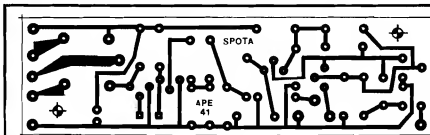

Fig.2
- FIG. 2 - LAY OUT DO CIRCUITO IMPRESSO - Apesar de pouco crítica (em termos de sensibilidade e ajustes...) uma montagem que envolva circuitos osciladores não se presta à implementação em outro sistema que não o de Circuito Impresso (quem quiser tentar a realização sobre ponte de terminais, pode, mas nada garantimos...). Além disso, o próprio lay out deve ter sido cuidadosamente elaborado e testado
(como o foi, o do SPOTA...), visando prevenir instabilidades, sensibilidade e interferências externamente geradas, etc. A fig. 2 mostra o diagrama de ilhas e pistas cobreadas da placa, numa configuração bastante compacta, na forma final de uma "tira" de fácil instalação em caixas padronizadas ou outros "ambientes" ou contêineres que se mostrem práticos para a utilização... O fundamental é copiar com cuidado o padrão (que na figura está em escala 1:1, tamanho natural, portanto...), usando tinta ou decalques ácido-resistentes... Depois deve ser executada a corrosão, furação e limpeza, seguidas da furação, tudo "nos conformes" das boas normas de confecção (em APE já foram abordados os aspectos práticos da confecção de Impressos - consulte os exemplares da Coleção...).
- O trim-pot, pelo calibre dos seus terminais, talvez também exija um certo "alargamento" nos respectivos furos da placa, para confortável inserção... Observem que as próprias "ilhas" da face cobreada (fig. 2), destinadas ao relê e ao trim-pot, são um pouco mais "taludadas", de modo a permitir um eventual e necessário "alargamento" dos furos centrais, de maneira a compatibilizar com as dimensões dos terminais dos citados componentes...
to metálico sensível ao toque de aproximação...) seja feita com cabagem muito longa... Se isso for inevitável, contudo, deve ser observada a seguinte condição: usar cabo **shieldado** (blindado), tipo **mono**, deixando-se a malha (ou ligação de "terra") sem conexão, na extremidade correspondente ao próprio sensor, e - na ponta correspondente à ligação à placa, conectando-se a dita malha à linha do **negativo** da alimentação (aquela trilha longa, paralela à borda inferior da placa, na fig. 2...).